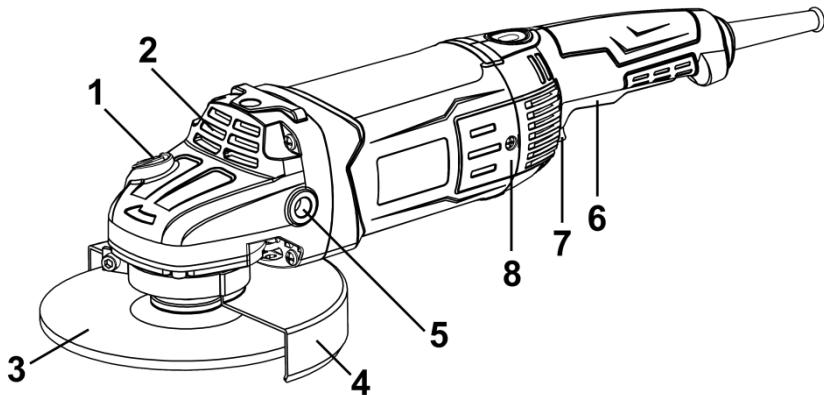

Рисунок 1
2.2.1 Конструкція виробу складається з одноступеневого редуктора з конічними шестернями в металевому корпусі (2), який приєднаний до пластикового несучого корпусу з колекторним
двигуном змінного 1-фазного струму, перемикачем (6), мережевим шнуром живлення згідно з рис.1. Вихідний вал редуктора розташований перпендикулярно вісі двигуна і є робочим шпинделем для приєднання змінних насадок (абразивних дисків) (3) з фіксацією затиснням гайкою або накрученими на шпиндель. На металевому корпусі (2) виконані нарізні монтажні отвори (5) для встановлення передньої рукоятки у 3-х позиціях, та хомутовим з'єднанням закріплений захисний кожух (4) з можливістю фікованого позиціонування по колу. Для фіксації шпинделя під час зміни дисків (3) в корпусі редуктора (2) передбачений кнопковий фіксатор (1). Електрична частина виробу складається з колекторного однофазного електродвигуна змінного струму, вимикача електроструму, регулятора швидкості, з'єднувальних проводів і мережевого шнура. Захист від ураження електричним струмом користувача у виробу відповідає класу II за ДСТУ EN 61140:2015.